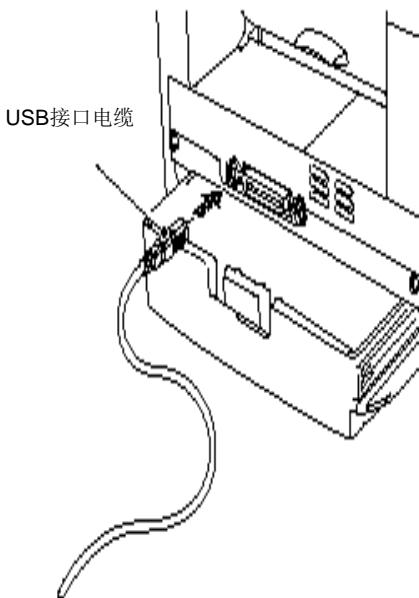

图 2-2
- (1) 检查打印机电源是否关闭；
- (2) 将连接USB接口电缆到计算机上，然后与打印机连接（图 2-2）错误！未定义书签。